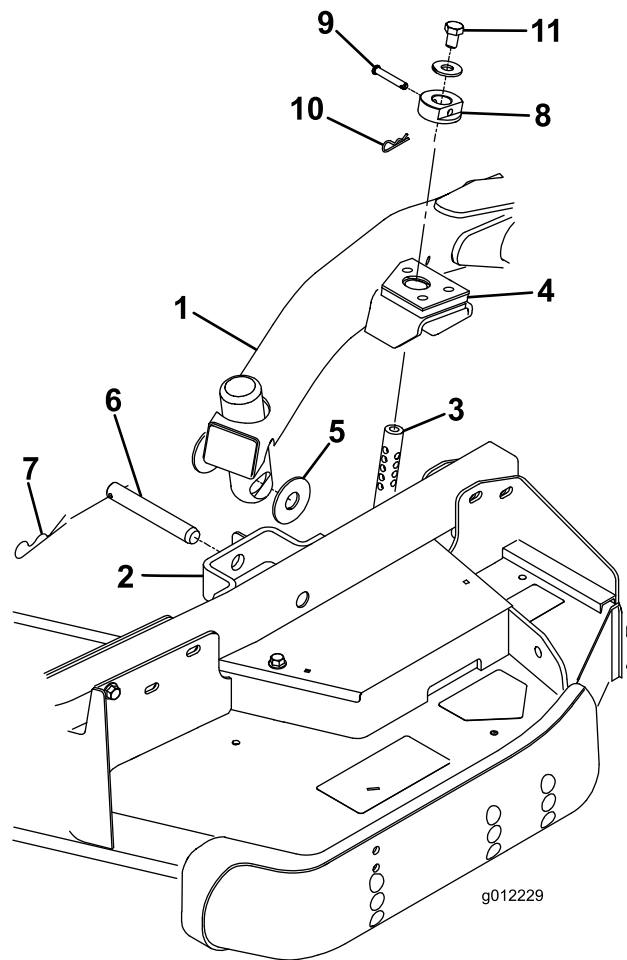

図 24
4. 昇降レバーをフロート位置にセットする。昇降アームを押し下げて、昇降アームについている穴とキャストアームのブラケットについている穴を整列させ、昇降アームのパッドに刈高ロッドを挿入できるようにする 図 24。
トの間にスラストワッシャを入れ 図 24、コッターピンを、キャストアームタブのスロットに差し込んで固定する。
9. 刈高ロッドに刈高カラーを取り付け、クレビスピンとヘアピンコッターで固定する 図 24。
10. 刈高ロッドのそれぞれの上部に、ボルト 1/2 x 3/4" とワッシャを取りつける 図 24。